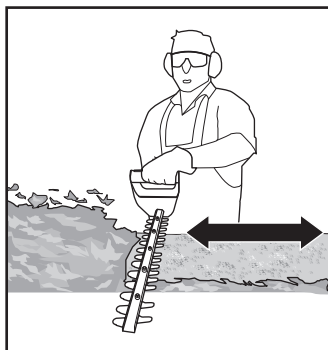

Fig. 7
8. Couper en plusieurs étapes pour obtenir de meilleurs résultats plutôt que d'essayer de couper en une seule fois si la zone à couper est particulièrement longue (Fig. 7). Les plus petits débris de coupe sont facilement compostables.